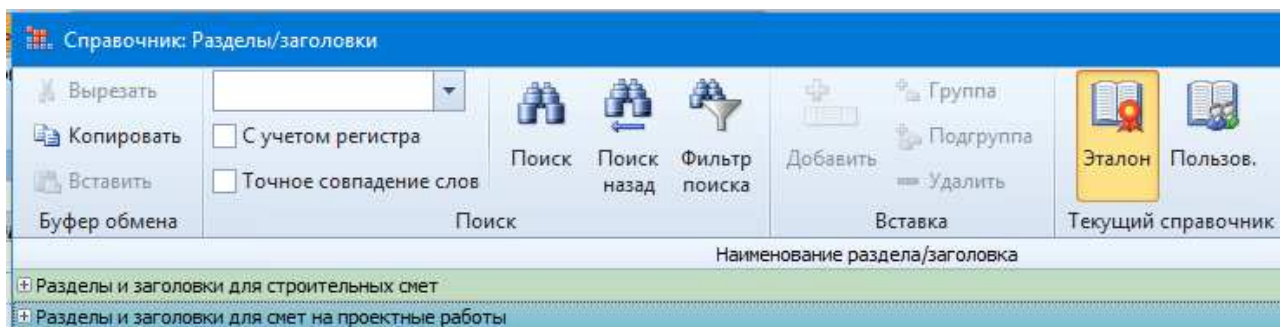

Рисунок 2.4. Окно Справочник: Разделы/заголовки
- На экране появится окно **Справочник: Разделы/заголовки** (рис. 2.4).